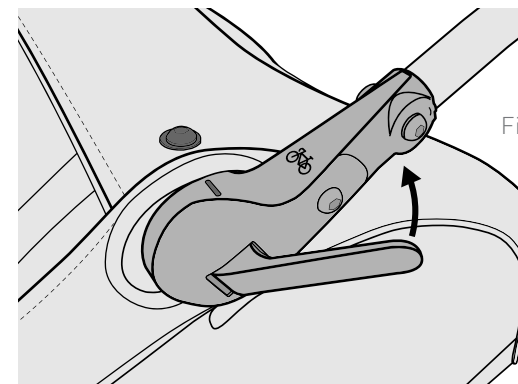

Figure 20
1. **Mode remorquage** : Tournez toujours l'arceau de sécurité vers l'avant lorsque la remorque est en mode remorquage (Figure 19A). L'arceau de sécurité doit être horizontal et parallèle au sol, de sorte que la marque sur le guidon soit alignée avec le boulon qui attache le couvercle (Figure 20).
2. **Mode promenade** : l'arceau de sécurité peut être tourné pour servir de guidon lorsque la remorque est en mode promenade (Figure 19B). Tirez le levier pour tourner (Figure 20).